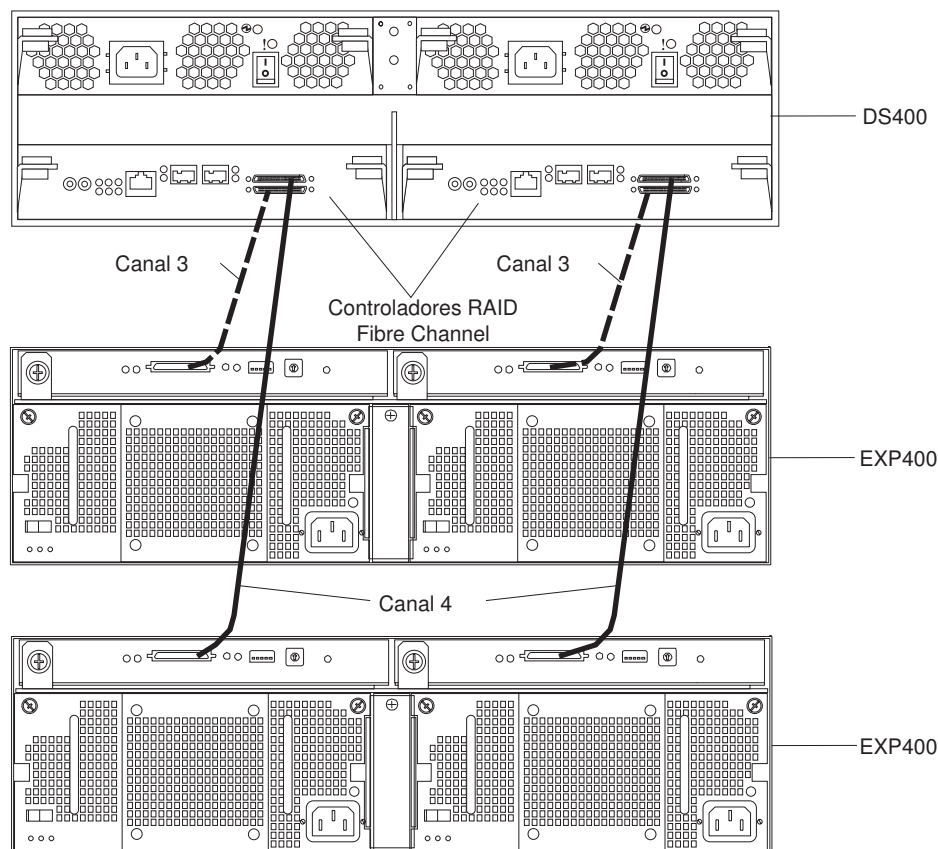

Figura 38. Conectando Duas Unidades de Expansão EXP400 em um Subsistema de Armazenamento do Controlador Duplo DS400
2. Utilize o cabo IBM 2M SCSI que é fornecido com a unidade de expansão ou utilize um cabo 4.2M LVD SCSI para conectar o EXP400 ao DS400 (consulte Figura 38 na página 51). Você pode conectar uma ou duas unidades de expansão.